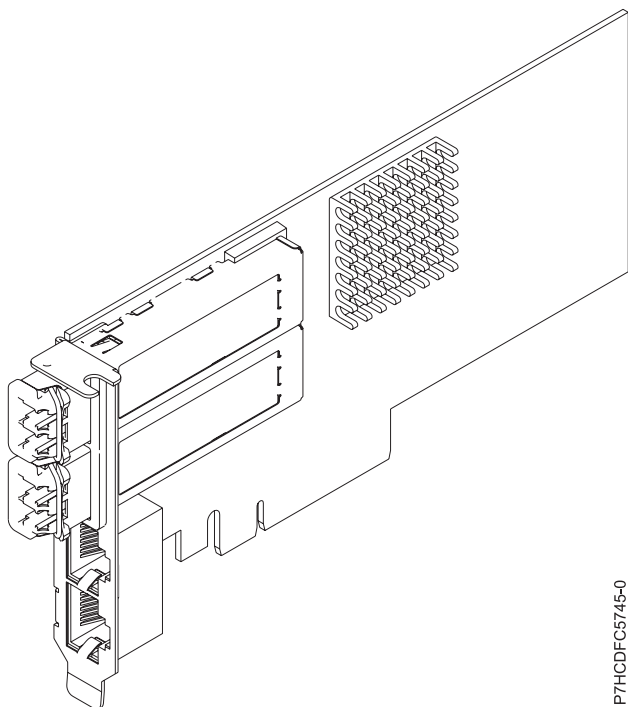

Figura 33. Adaptador FC EN0H
El adaptador de cuatro puertos suministra dos puertos SFP+ /conectables de pequeño tamaño) de 10 Gb FCoE SR y dos puertos Ethernet de 1 Gb RJ45. Los dos puertos FCoE de 10 Gb están conectados mediante conectores de tipo pequeño (LC). Cada puerto FCoE proporciona conectividad Ethernet con una velocidad de datos nominal de 10 Gbps (gigabits por segundo). Cada uno de los puertos de 1 Gb proporciona conectividad Ethernet a una velocidad de datos de 1 Gbps y está conectado con cables Ethernet. Una velocidad de datos de 10 Mb no está soportada. La Figura 33 en la página 96 muestra el adaptador FC EN0H FC.